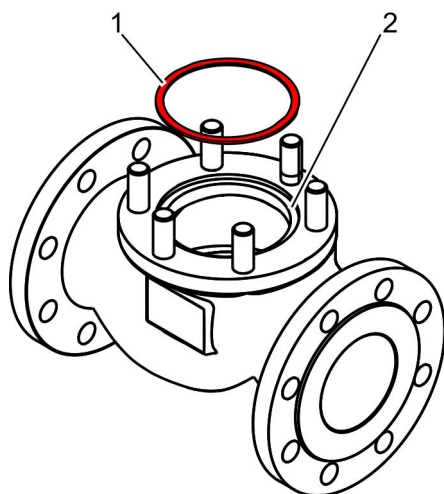

Abb. 9: Dichtring entfernen
5. → Dichtring (Abb. 9/1) aus der Nut (Abb. 9/2) im Gehäuse entfernen.
8. → Neuen Dichtring (Abb. 9/1) in die Nut (Abb. 9/2) im Gehäuse einlegen.